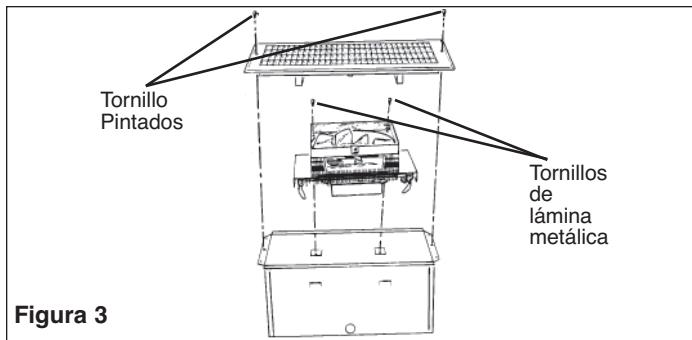

Figura 3
Deslice parcialmente el conjunto del calentador dentro de la caja de manera que el enchufe pueda insertarse en el receptáculo de la caja de empalmes. Despues que el enchufe se haya insertado bien en el receptáculo, empuje el calentador hacia abajo en posición y asegure con los dos (2) tornillos provistos. (Vea la Figura 3).
2. Coloque la rejilla sobre la caja y asegure con los dos tornillos pintados provistos según se muestra en la Figura 3. (Vea la Advertencia No.7).